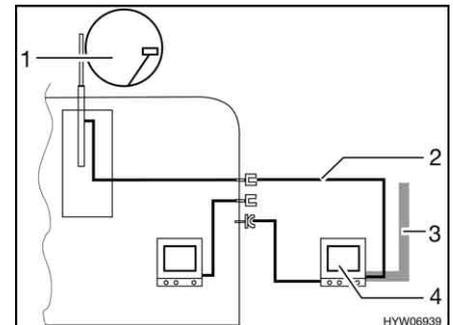

Bild 149 TV im Vorzelt
- TV im Vorzelt (Bild 149,4): Anschluss an Dachantenne (Bild 149,1) mit Verbindungskabel (Bild 149,2)
- TV im Vorzelt (Bild 149,4): Anschluss an externe Antenne (Bild 149,3)